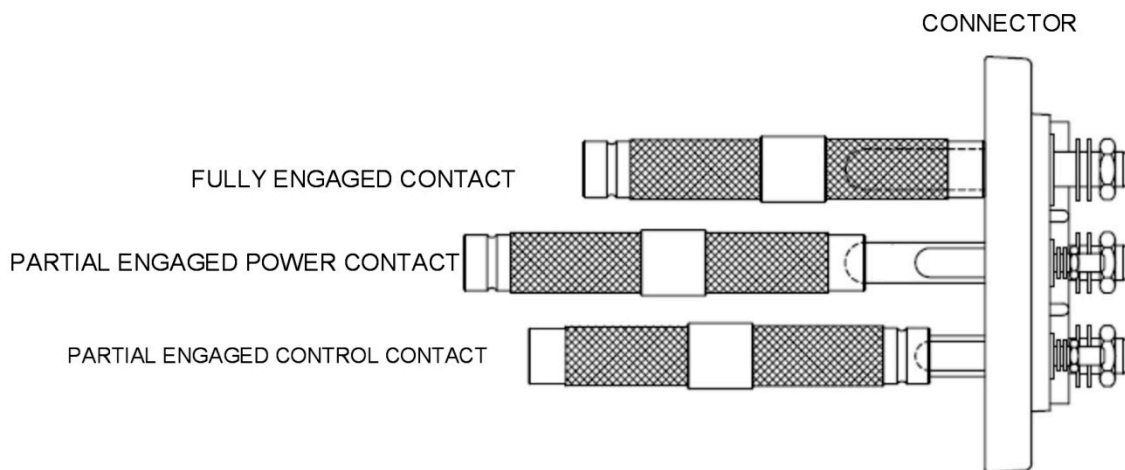

FIGURE 2 - INSPECTION GAGE APPLICATION (CONNECTOR SHOWN ONLY AS AN EXAMPLE)
3. WHEN THE GAGE COMPLETELY SLIDES DOWN TO THE CONNECTOR BASE ON ALL CONTACTS IN A CONNECTOR FACING AT AN ANGLE TO THE GROUND, THE CONNECTOR IS RECOMMENDED TO BE REPLACED (SEE FIGURE 2).